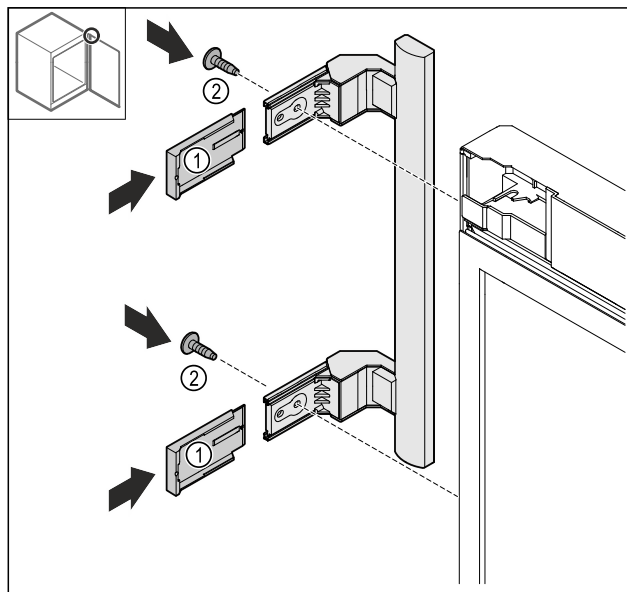

Fig. 26
- Montați capacele Fig. 26 (1).